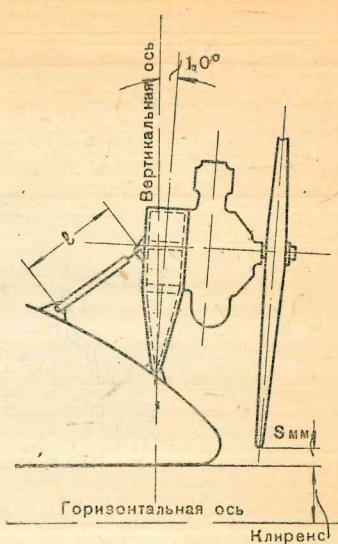

Рис. 18. Схема регулировки винтомоторной группы аэросаней
1. Моторная рама аэросаней НКЛ-16 и НКЛ-26 устанавливается с небольшим наклоном (1°) назад от вертикальной оси, как указано на рис. 18.